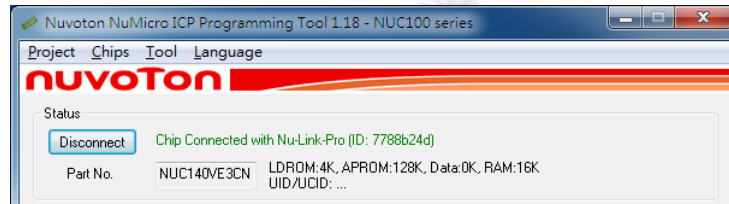
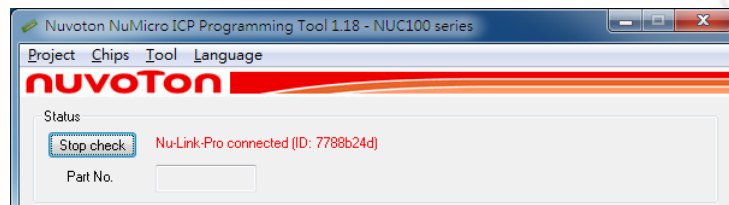

Figure 4-7 Nu-Link Adapter 被连接上，目标芯片被检测出来
Figure 4-8 Nu-Link Adapter 被连接但没有接目标芯片
会被检测到。Figure 4-7 图示出 ICP Tool 已经连接上 Nu-Link Adapter 并且目标芯片被检测出来。这时，用户可以对目标芯片进行编程（烧录）了。
Step 8b: Figure 4-8 图示出 ICP Tool 已经连接上 Nu-Link Adapter 但目标芯片未被检测出来。ICP tool 将会继续检测目标芯片直到 **Stop Check** 按钮被点击为止。这时，用户不能进行编程（烧录）的动作，但可以使用离线编程把数据资讯保存到 Nu-Link Adapter。
Step 9: 如果不需要烧录，点击 **Disconnect**。（参见 Figure 4-7）。或者点击 **Stop Check** 按钮断开 ICP Tool 与 Nu-Link Adapter 的连接，然后可以分离不使用的 Nu-Link Adapter（参见 Figure 4-8）。这个时候，Nu-Link Adapter 与另外的工具相连接。